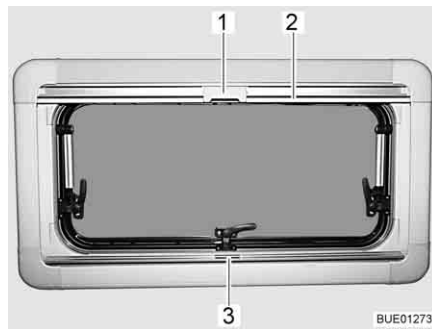

Fig. 88 Fenêtre projetante
- Saisir le dispositif occultant plissé par le centre de la barre-poignée (Fig. 88,3), le tirer du bas vers le haut et le relâcher à la hauteur voulue. Le dispositif occultant plissé reste alors à cette hauteur.
- Tirer la moustiquaire par la barre-poignée (Fig. 88,2) vers le bas jusqu'à ce qu'elle entre en contact avec celle du dispositif occultant plissé (Fig. 88,3).
- Verrouiller le cran (Fig. 88,1) de la moustiquaire avec la barre-poignée du dispositif occultant plissé.
- Presser le cran (Fig. 88,1) en haut de la moustiquaire vers l'arrière.
- Ramener lentement la moustiquaire en arrière au moyen de la barre-poignée (Fig. 88,2).